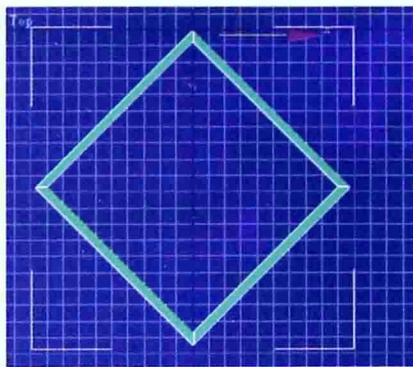

图 1-6
5. 在【Top】（顶）视图中，相框式呈 45° 角放置的，我们现在要将其放正。如图 1-6 所示。